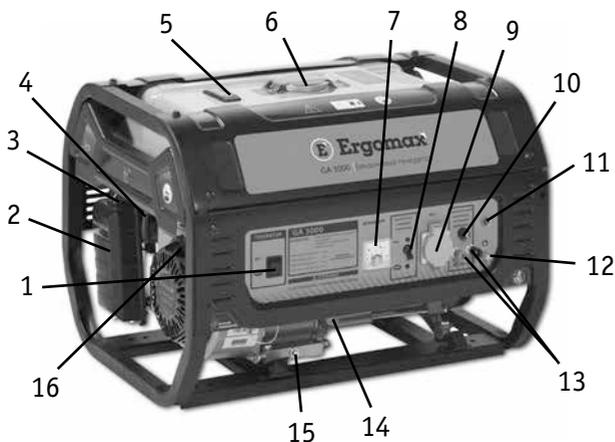

Рис. 1.1
Внешний вид генераторов и расположение элементов управления представлено на **рис. 1.1** и **1.2**.
1. Открутите крышку маслозаправочной горловины (14) (**рис. 1.1**) и вытрите щуп крышки чистой тряпкой (**рис. 2.1**).
Проверьте уровень топлива по шкале уровня топлива (5) (**рис. 1.1**), если уровень топлива низкий, то:
1. Открутите крышку топливного бака (6) (**рис. 1.1**).
**ВНИМАНИЕ!** Перед пуском двигателя убедитесь, что ни один электроприбор не подключен к генератору, а выключатель выходного напряжения (8) находится в положении «ВЫКЛ» (**рис. 1.1**).
3. Переведите выключатель двигателя (1) (рис. 1.1) в положение «ВКЛ».
4. Потяните на себя рукоятку стартера (16) (рис. 1.1), пока не почувствуете натяжение шнура стартера, затем резко дерните рукоятку на себя. Аккуратно верните на прежнюю позицию рукоятку стартера. Повторите несколько раз, пока двигатель не заведется.
1. Подсоедините кабель зарядки к соединителям постоянного тока (13), а затем к клеммам батареи (**рис. 1.1**).